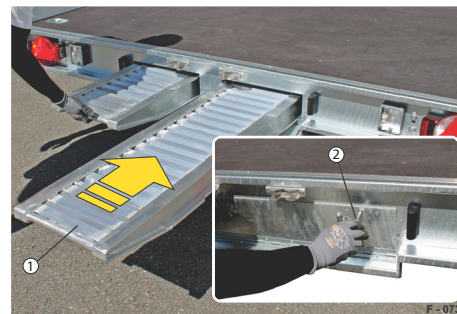

Abb. 76 Beispiel: HT, Auffahrbohlen gesichert
- ▶ Auffahrrampen (Abb. 76/1) in den Bohlenschacht schieben.
- ▶ Bohlenschachtdeckel (Abb. 76/1) mit Vierkantschlüssel verschließen.